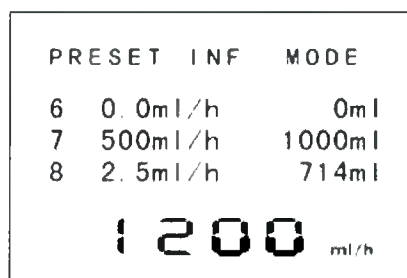

Рис. 12 – Экран выбора предустановленных скоростей и объемов инфузии
3. Нажмите **ENTER SET**, чтобы войти (рис. 12). Для выбора памяти данных используйте **UP** или **DOWN**, от 0 до 9, из директории для хранения пре-программированных скоростей и объемов инфузии.